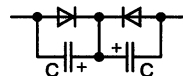

Рис. 6.27. Чему равна «неполярная» емкость?
**РАДИОЛЮБИТЕЛЬ:** *Ищу для усилителя «неполярный» электролитический конденсатор. В книге рекомендовано включение по рис. 6.27. Как пишут, результирующая величина емкости равна не  $C/2$ , а  $C$ : каждый из конденсаторов действует лишь для одной полу-волны тока, а для противоположной он как бы замкнут диодом. Это так?*